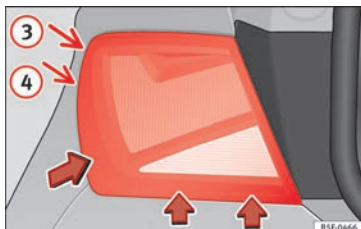

Fig. 116 Desmontar a unidade de luz traseira na lateral.
- Desloque o farolim no sentido das setas até que saia do encaixe (posições ③ e ④) » **Fig. 116**.